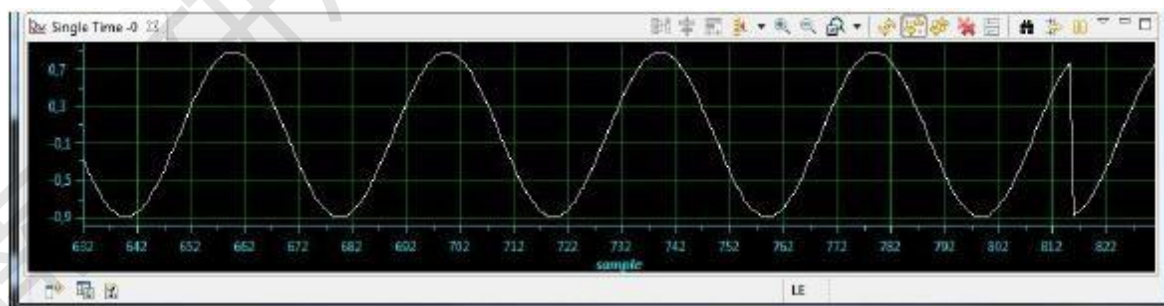

图 6-6-3
⑤屏幕底部应该出现一个图形窗口。如果需要，可通过单击  按钮更改图形属性。
⑥单击 “Run → Resume (目标 → 运行)”。该图形应该以 16 个样本为一组分批更新。
⑦要查看 `output` 数组的实际值，请单击 “Watch (监视)” 选项卡（应当在屏幕右上角部分），然后单击 “New (新建)”。键入 `output` 并展开此数组以显示其中的所有值。这些值以 16 位带符号整数输出，因此可通过调整 Q 值使其标准化：在 “Watch (监视)” 窗口中选择所有值，右键单击并选择 “Q-values → Q-value(15) (Q 值 → Q 值(15))” 如下图 6-6-3 所示：